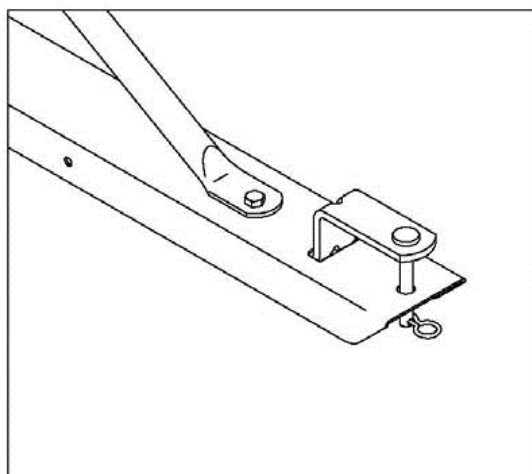
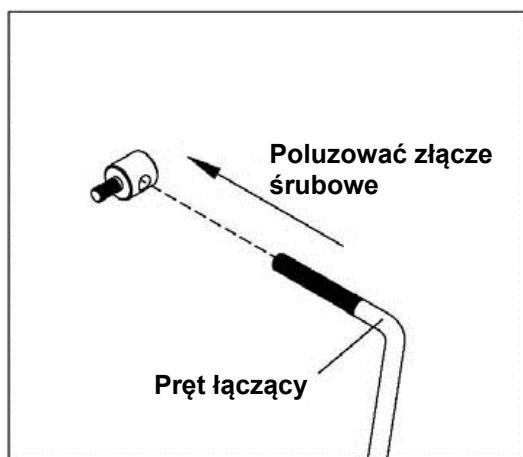

Rys. 4
Rys. 5
3. Odkręcić śrubę sześciokątną M8x25 i nakrętkę samokontrującą M8 z wpustu zaczepu. Włożyć drugi koniec uchwyty kontrol przepływu w otwór w języku zaczepu, zamocować go, używając usuniętej śruby sześciokątnej M8x25 i nakrętki samokontrującej M8 (Rys. 5 i 6). Wyregulować położenie uchwyty kontrol przepływu, a następnie dokręcić śruby i nakrętki na rys. 4 i 6.